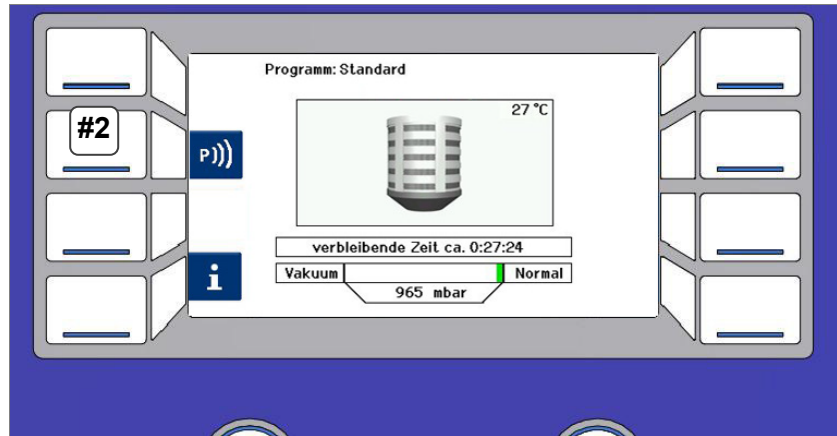

Abb. 15.2 Bedientaste #2
4. Drücken Sie die Bedientaste #2 (*siehe Abb. 15.2.#2*). Die Datenübertragung wird durchgeführt.